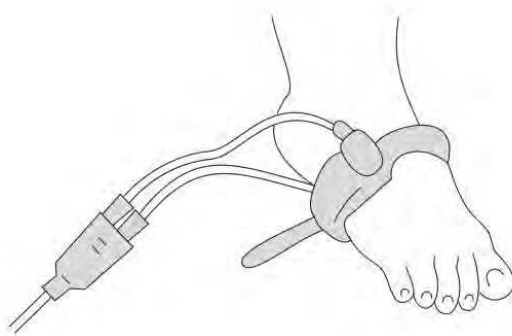

Рисунок 2.4 – Правильное расположение неонатального датчика SpO₂ на младенце
- в) застегнуть неонатальный датчик SpO₂, чтобы он был закреплён на конечности, но не пережимал её (рисунок 2.4).